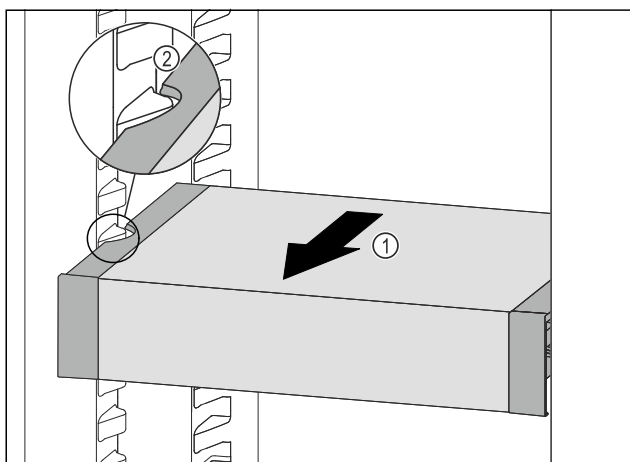

Fig. 93
- VarioSafe naar voren trekken Fig. 93 (1), tot de uitparingen aan de zijkant van de VarioSafe zich ter hoogte van de rib in het koelgedeelte bevinden. Fig. 93 (2)